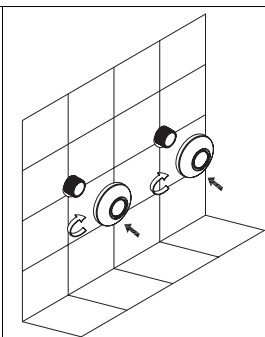

рис. 6
4. Установите на эксцентрики декоративные отражатели, используя инструмент с мягкими накладками (рис. 6).